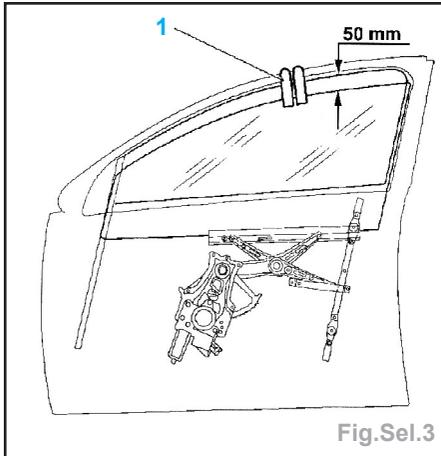

Fig.Sel.3
- Mettre la glace en position soit **50 mm** et la fixer avec du ruban adhésif (Fig.Sel.3).
- la glace en la mettant dans la position à **50 mm** et en la fixant avec du ruban adhésif (Fig.Sel.3),